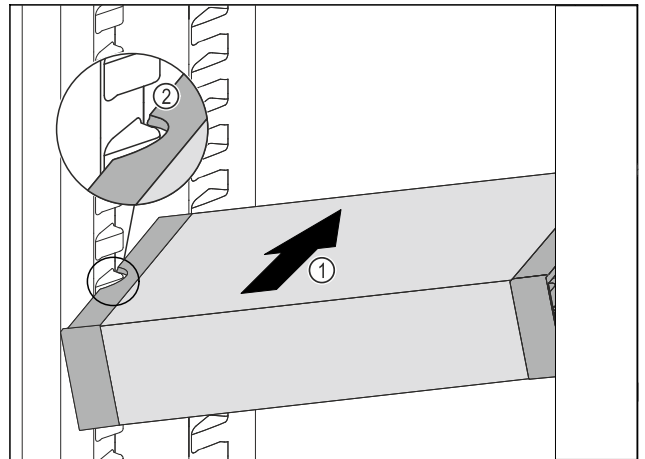

Fig. 112
- ▶ VarioSafe gurajte koso u hladnjak Fig. 112 (1) sve dok se bočni otvori Fig. 112 (2) ladice VarioSafe ne nađu na visini žljeba spremnika u hladnjaku.